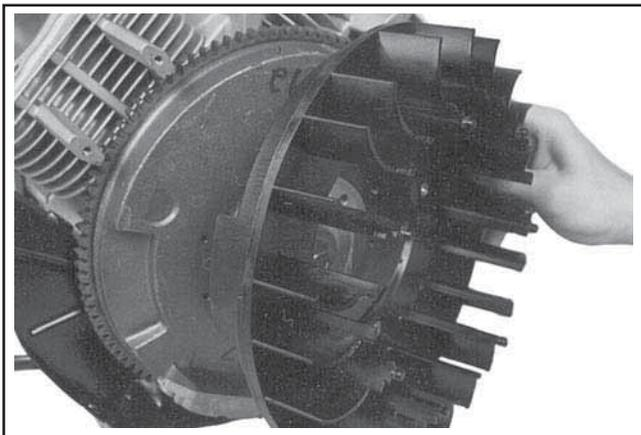

Figure 9-61. Enlèvement du ventilateur.
2. Enlever les quatre vis hexagonales à embase et le ventilateur. Voir la Figure 9-61.